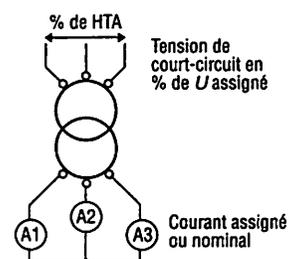

Fig. 6 : Schéma d'un essai en court-circuit.
g) Tension de court-circuit (fig. 6)